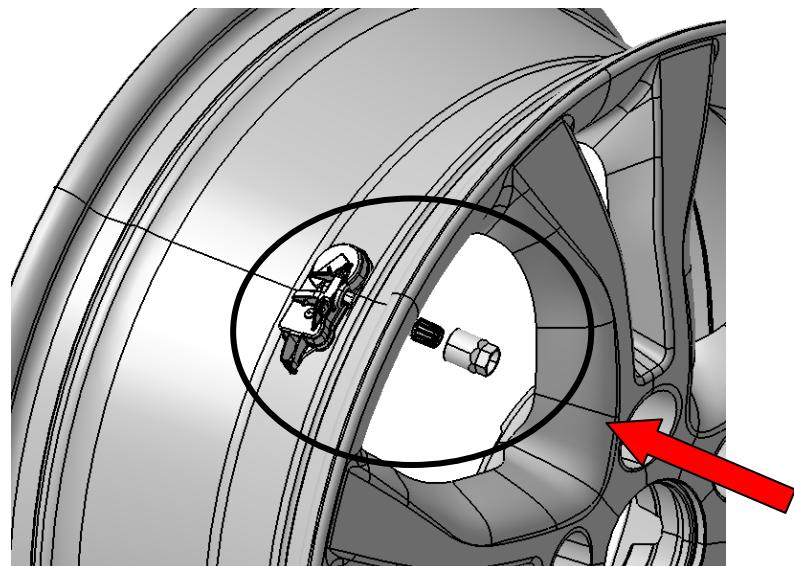

图 1.5 螺母安装图
步骤 2：将胎压监测传感器①的气门嘴杆穿过轮辋安装孔，并施加压力（可用手扶住传感器两侧）使①上的密封胶垫与轮辋安装平面紧密贴合，再按箭头的方向将螺母②轻轻旋转到气门嘴杆上，示意图如图 1.5 所示，最后用扭力为 $5 \pm 0.5 \text{ N}\cdot\text{m}$ 工具旋紧螺母②。